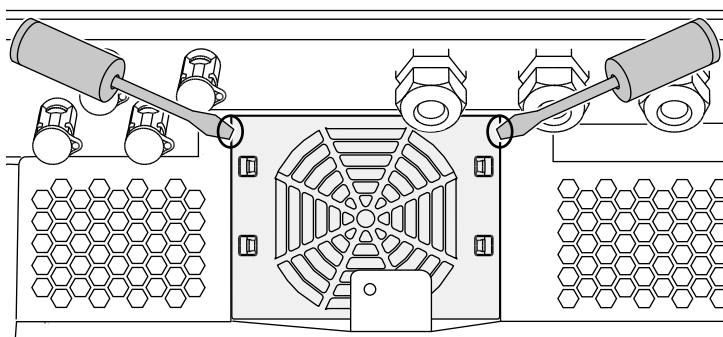

Fig. 60: Løsn ventilatorgitteret
2. Afmonter ventilatoren. Isæt en skruetrækker ved ventilatorgitterets kant, og tryk en smule på ventilatorgitteret. **➤ Fig. 60**